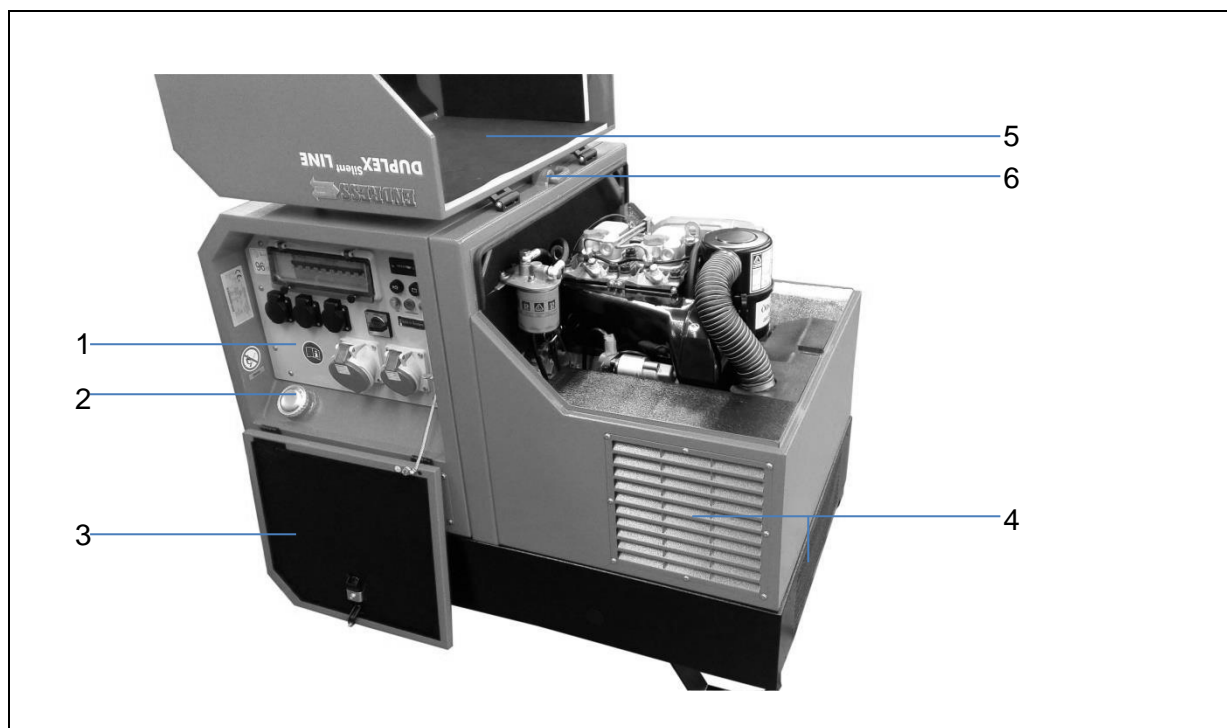

Abb. 3-1: Bestandteile der Bedien- und Generatorseite
1. Haken des Krans an Verlastungshaken des Stromerzeugers (*siehe Abb. 3-1-(5)*) einhängen.
1. Tankdeckel (*siehe Abb. 3-1-(2)*) von Stützen abschrauben.